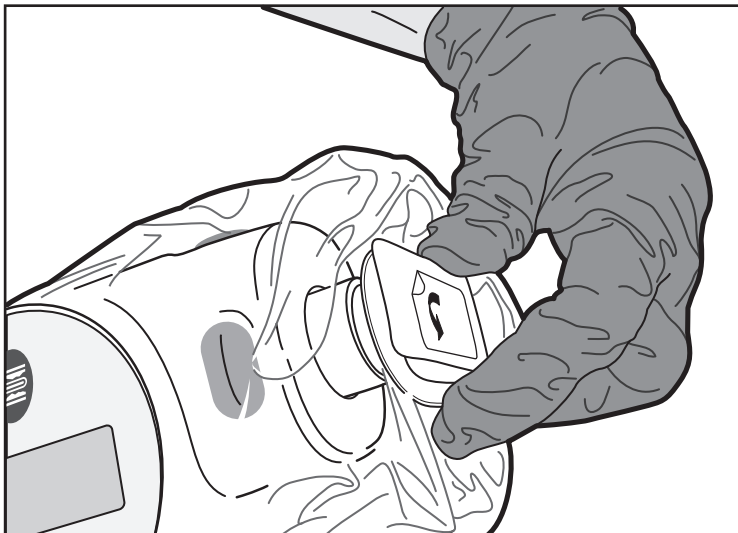
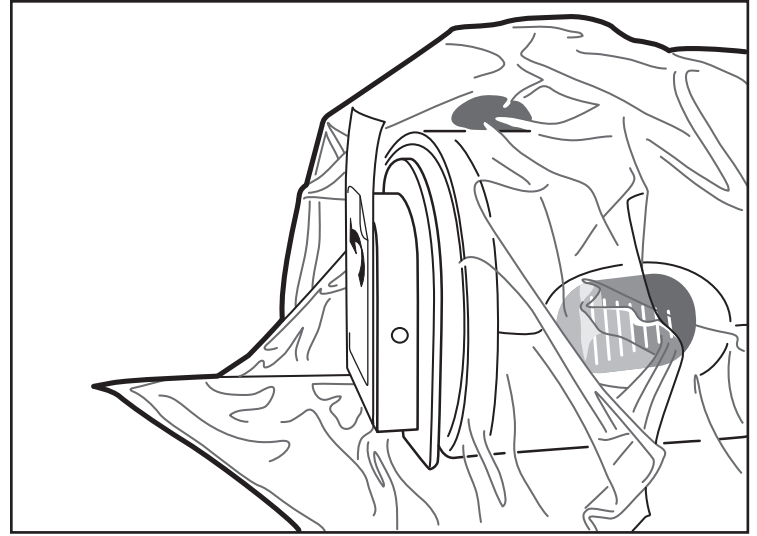

Figure 7. Fixation de la plaque frontale
Figure 8. Plaque frontale fixée
8. Pour fixer la poche à l'unité d'entraînement à moteur MDU5 PLUS, l'opérateur dans le champ stérile doit aligner la plaque frontale de la poche sur le nez de l'unité d'entraînement à moteur MDU5 PLUS (figure 7), puis l'enfoncer délicatement pour solidariser le tout. Ne pas pincer de matériau entre la plaque frontale et le nez. La présence de matériau excédentaire autour et au-delà de la connexion est normale (figure 8).